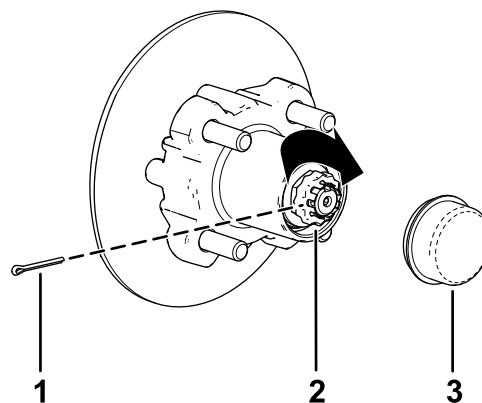

Рисунок 35
- Установите держатель поверх гайки и проверьте совмещение паза в держателе с отверстием в оси под шплинт (Рисунок 35).
- Установите шплинт и загните обе лапки вокруг держателя (Рисунок 35).
- Установите пылезащитную крышку на ступицу (Рисунок 35).